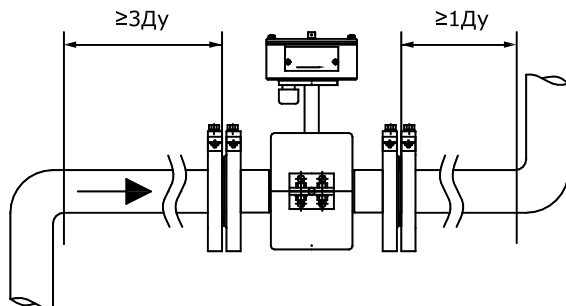

Рисунок 8.4
8.2.6 Расходомер необходимо располагать в той части трубопровода, где пульсации и завихрения минимальные. При установке расходомера необходимо обеспечить прямолинейные участки трубопровода длиной не менее $3 \times DN$ до и после ППР (см. рис. 8.4).